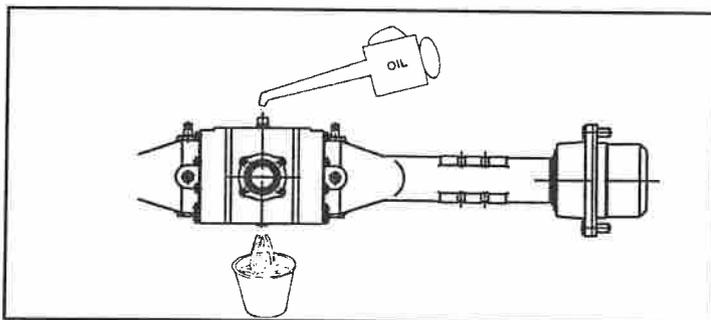

Fig.19
- 11) Sustituir el aceite de los grupos diferenciales. Para ello, soltar los tapones inferiores y recoger el aceite en recipientes adecuados. Llenar con nuevo aceite hasta el nivel Fig. 19